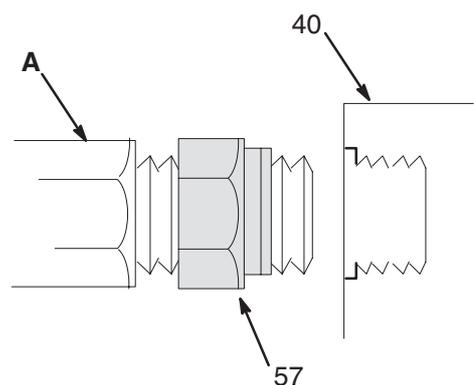

Fig. 1
**NOTA:** Con el motor se suministra una bolsa de plástico que contiene una junta de 1 pulg. npt (57). Enrosque la junta en las roscas de la pieza de acoplamiento (A) de la línea de retorno hidráulica. Enrosque la pieza de acoplamiento en el alojamiento superior (40) y apriete según sea necesario. Después apriete la junta (57) contra el motor para conseguir la hermeticidad. Vea la Fig. 1.